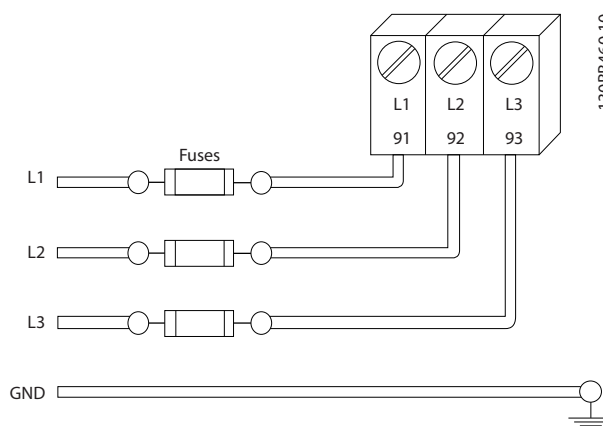

Bild 2.6 Frekvensomformarsäkringar
- Alla frekvensomformare måste vara försedda med kortslutningsskydd och överspänningsskydd. För detta krävs det ingångssäkringar – se Bild 2.6. Om frekvensomformarna levereras utan säkringar måste installatören tillhandahålla säkringar som en del av installationen. Mer information om maximala säkringsklassificeringar i 10.3 Säkringsspecifikationer.